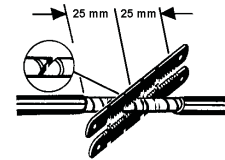

Bild 3
- Mit einer Metallsäge ca. 1mm rechtwinklig zum Profil einsägen und abbrehen (Bild 3).